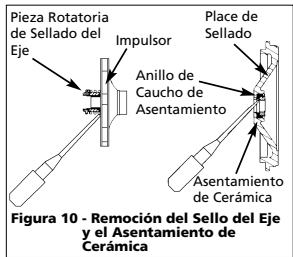

Figura 10 - Remoción del Sello del Eje y el Asentamiento de Cerámica
- Planquee la pieza rotatoria de sellado del eje para que salga del impulsor (Figura 10).
- Empuje o palanquee el asentamiento de cerámica para separarlo de la placa de sellado (Figura 10).